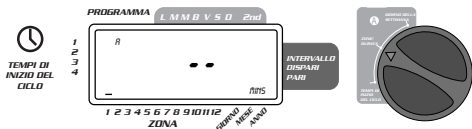

FIGURA 6: Durata delle stazioni per il Programma A
- Ruotare il selettore girevole sulla posizione **ZONE/DURATA** sia per il programma A che per il programma B. Il visualizzatore mostrerà il programma selezionato con una "A" o una "B" ed il cursore lampeggiante —MINS alla stazione "1" [vedi figura 6].